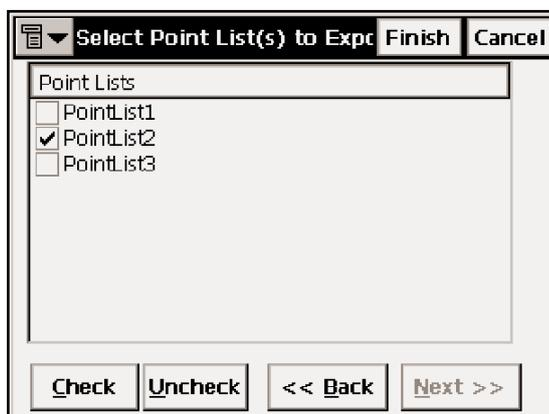

Рисунок 5-18. Выберите список (списки) точек на экспорт
5. В окне **Select Point List(s) to Export (Выберите список (списки) точек на экспорт)** выберите (доступные) списки точек, которые Вы хотели бы экспортировать (рис. 5-18).